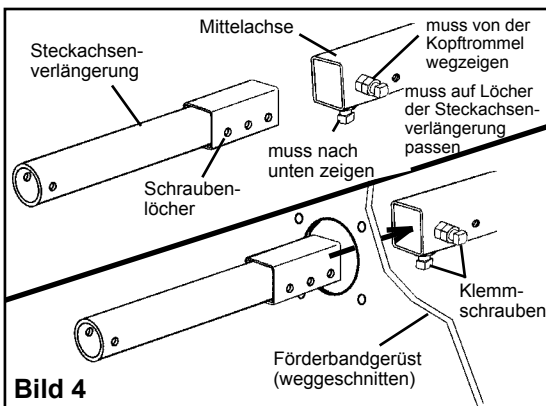

Bild 4
- 4. Verschrauben der Steckachsenverlängerungen mit der Mittelachse.** Schieben Sie die Steckachsenverlängerungen durch die ausgeschnittenen Löcher am Förderbandgerüst und in die Mittelachse. Stellen Sie sicher, dass die Schraubenlöcher übereinstimmen (in der unteren Hälfte sind die Schraubenlöcher versetzt). Positionieren Sie die Mittelachse so, dass von den zwei Seiten mit den angeschweißten Muttern und Klemmschrauben die eine nach unten zeigt und die andere von der Kopftrommel weg zeigt (Bild 4). Die Klemmschrauben bleiben lose.